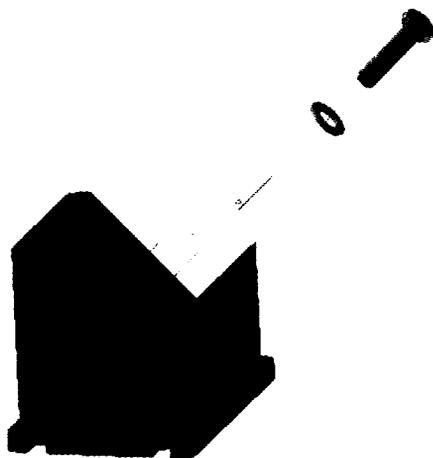

Рис. 13.1. Создание разрозненного вида
6. Используйте инструмент **Орбита**, чтобы увидеть результат, показанный на рис. 13.1.
16. Нажмите кнопку **Заккрыть**, чтобы закончить добавление сдвигов в разнесенный вид, который очень похож на рис. 13.1.